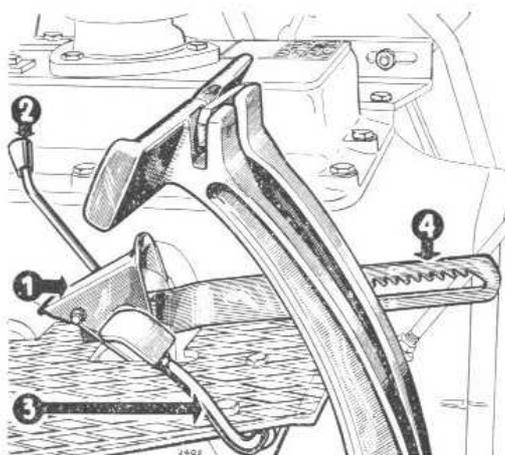

FIG. 14 — Frein de parking en position "desserré."
A cet effet, agir au pied sur l'étrier (rep. 1, fig. 14) ou à la main sur le levier (rep. 2, fig. 14). Basculés vers l'arrière, l'étrier et le levier suppriment l'intervention du frein de parking. Au contraire, lorsqu'ils sont basculés vers l'avant, l'étrier et le levier donnent à la crémaillère (rep. 4, fig. 14) une orientation telle que la moindre pression sur les pédales immobilise ces dernières.
- 5° Le tracteur étant en marche, accélérer progressivement en jouant sur l'accélérateur à main. Un accélérateur à pied (**rep. 3, fig. 14**) conjugué avec l'accélérateur à main est exclusivement réservé pour les transports sur route.